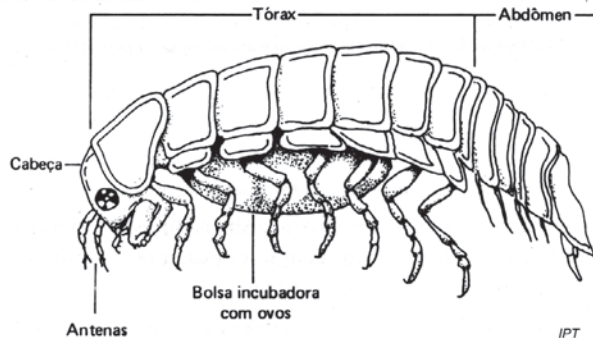

Fig. 10 – *Limnoria lignorum* (crustáceo)
3. Família *Limnoriidae* (crustáceo) (Fig. 10);